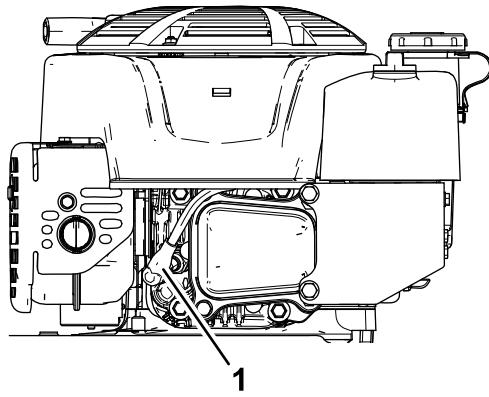

Figure 30
- Débranchez le fil de la bougie (Figure 30).